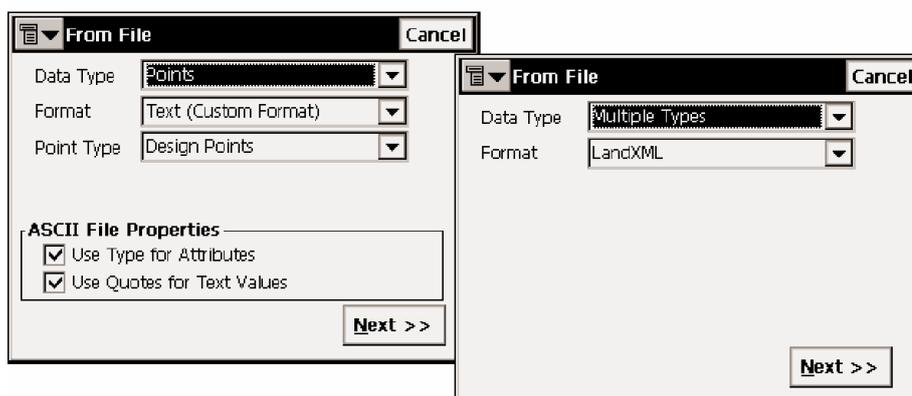

Рисунок 5-7. Из файла
- В окне **From File (Из файла)** выберите тип импортируемых данных, тип файла, из которого они импортируются, и тип импортируемых точек (если тип данных - Точки или Списки точек). Если тип файла - текстовый, при необходимости отметьте поле **ASCII File Properties (Свойства ASCII-файла)**. После этого нажмите **Next (Далее)** (рис. 5-7).